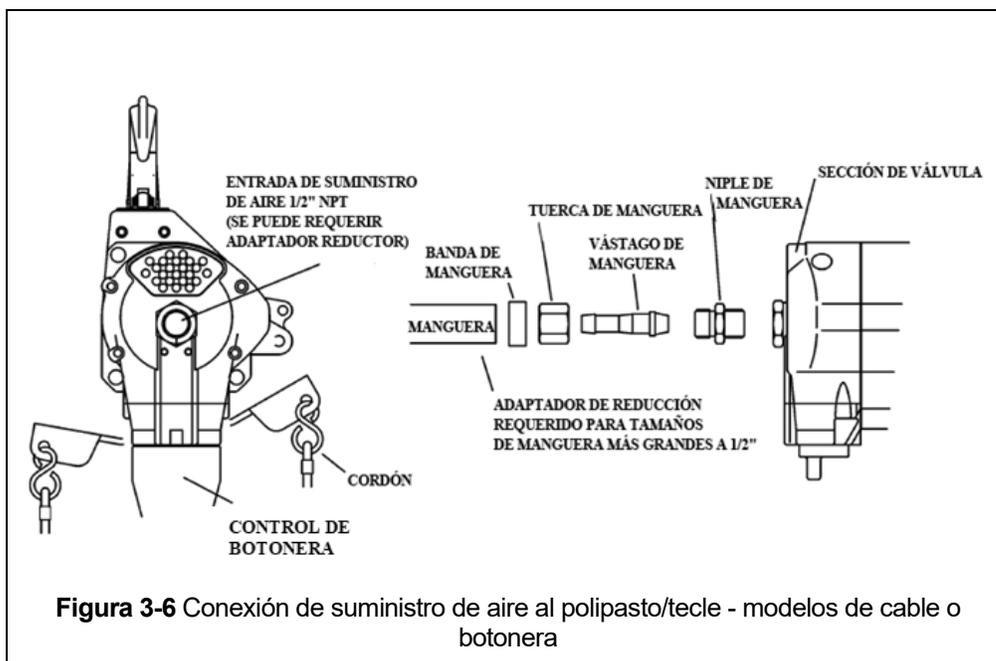

Figura 3-6 Conexión de suministro de aire al polipasto/tecle - modelos de cable o botonera
- 3.11.1 Siga las instrucciones a continuación para instalar el contenedor de cadena opcional. Consulte la figura 3-6.